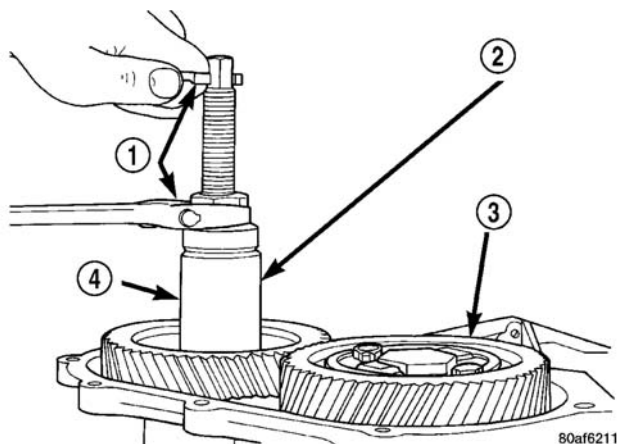

图 121 安装动力传输轴齿轮
- （i） 拆下测量垫片（图 121）并安装表中所指示的正确垫片。
(32) 用工具 6261 安装动力传输轴齿轮(图 121)。